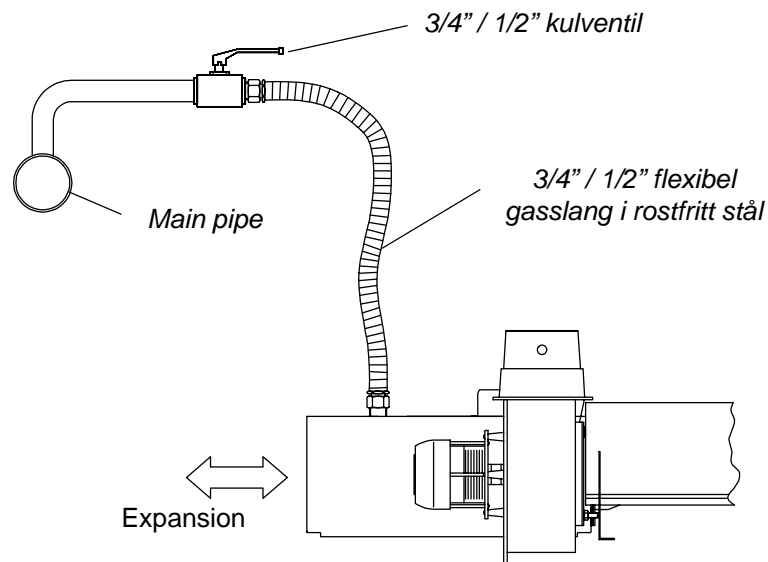

Fig. 21 Gasanslutning med flexibel gasslang (min längd 300 mm)
- 6= Flexibel gasslang i rostfritt utförande, 3/4" eller 1/2", min 300 mm lång (se fig. 21)